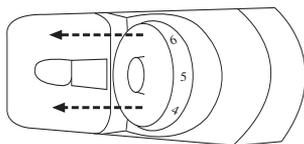

fig. 8a
- Pour remplacer une ampoule grillée, déposer le bouton de réglage de la température en tirant dessus (voir le schéma fig. 8a). Tirer doucement la protection de plastique vers la gauche puis la déposer. Dévisser l'ampoule puis la remplacer par une ampoule neuve (utiliser uniquement des ampoules de 15 watts maximum). Pour remettre en place la protection, insérer les rainures noires dans le boîtier (voir le schéma fig. 8b). Aligner la partie frontale et remettre le bouton de réglage en place en appuyant dessus.